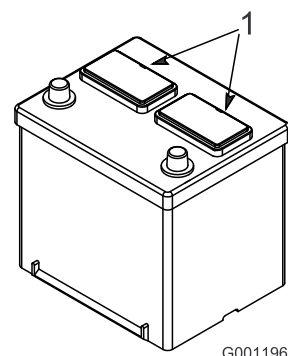

Figure 17
2. Nettoyez le dessus de la batterie puis retirez les bouchons d'aération (Figure 17).